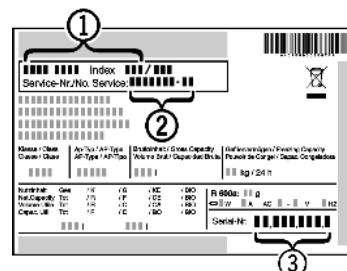

Fig. 8
- Relever la désignation de l'appareil Fig. 8 (1), le n° de service Fig. 8 (2) et le n° de série Fig. 8 (3) sur la plaquette signalétique. Cette plaquette se trouve sur la paroi intérieure gauche de l'appareil.
- Informer le S.A.V. et lui communiquer la panne, la désignation de l'appareil Fig. 8 (1), le n° de service Fig. 8 (2) et le n° de série Fig. 8 (3).